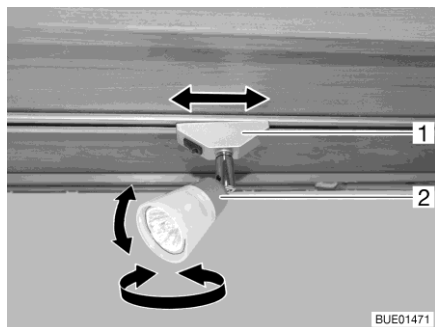

Fig. 29 Faretto
**Come orientare il faretto:** ■ Orientare l'involucro (Fig. 29,2) del faretto nella posizione desiderata. L'involucro può essere orientato nelle posizioni seguenti:
**Come posizionare il faretto:** ■ Ruotare il supporto (Fig. 29,1) di ca. 45°. ■ Spingere il faretto lungo la sistema di rotaie nella posizione desiderata.
**Come smontare il faretto:** ■ Ruotare il supporto (Fig. 29,1) di 90°. ■ Estrarre i faretto dalla rotaia.